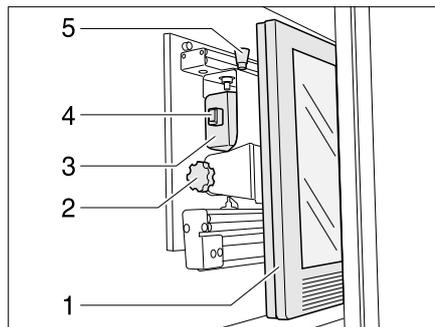

Bild 91 TV-Schrank
- Entriegelungsknopf (Bild 91,5) drücken und Halterung für den Flachbildschirm am Griffstück (Bild 91,4) bis zum Anschlag nach vorn ziehen.
- Entriegelungsknopf (Bild 91,1) ziehen und Flachbildschirm (Bild 91,2) in die gewünschte Position schwenken.
- Rändelschraube (Bild 91,3) lösen.